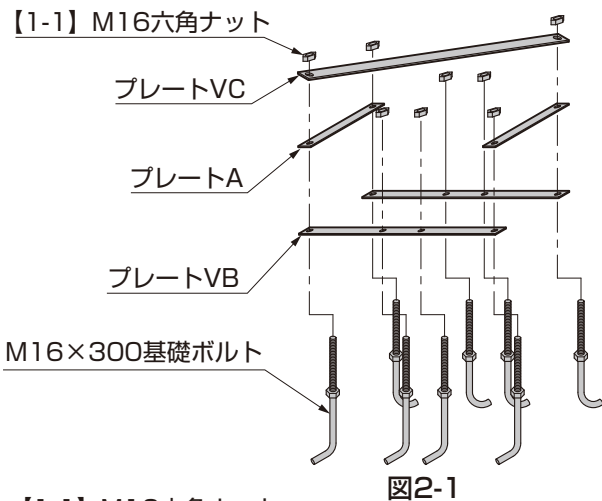

図2-1
- ①M16×300基礎ボルトに取付けてある六角ナットがきちんと締付てあるか確認してください。(図2-1参照)
- ②プレートVB、プレートA、プレートVCの順番でM16×300基礎ボルトに差込み、【1-1】で固定してください。(図2-1参照)